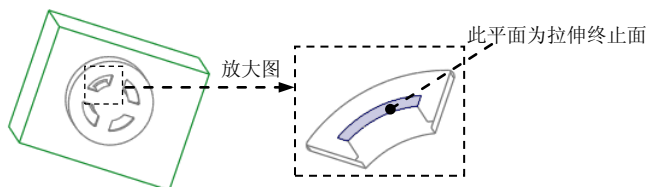

图 18.18 选取拉伸终止面
(5) 设置深度选项。
- ① 在操控板中选取深度类型  (到选定的)。
- ② 调整视图方位, 选择图 18.18 所示的平面为拉伸终止面。